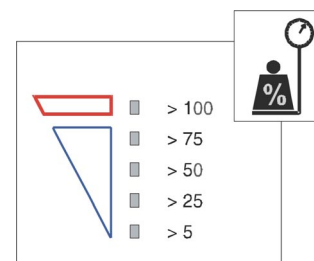

Рис. 5
3.2.2 Индикация нагрузки (рис.5)